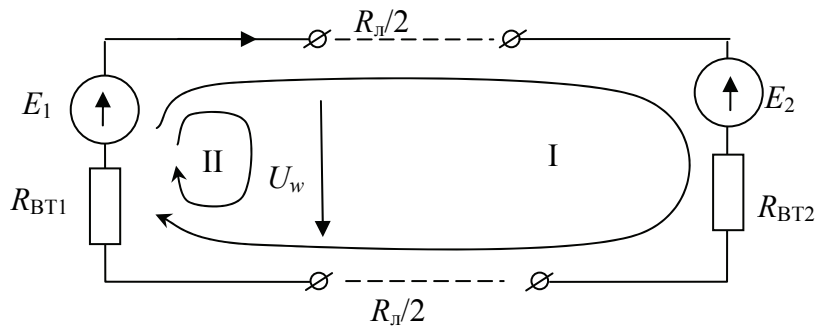

Рис. 3.2
1. В этой задаче два неизвестных:  $R_{ВТ1}$  и  $E_2$ , значит, нужно составить два расчетных уравнения. Запишите их по второму закону Кирхгофа для главного контура I и разомкнутого контура II, где направление приложенного напряжения  $U_w$  показано стрелкой (рис. 3.2).